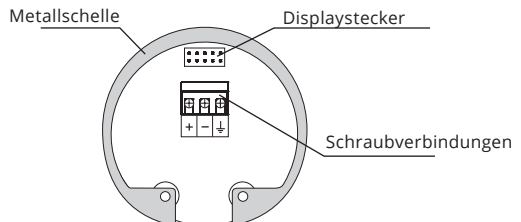

Abb. 23: Innenansicht der Schraubverbindungen des Füllstandsmessers mit Stromausgang GRLM-70-_-_-I
5. Das Kabel nach dem Schaltplan in Abb. 23 oder 25 an die Schraubklemmen anschließen. Die Klemmen und die Kabeltülle festziehen. Anzugsmoment siehe Technische Parameter S. 32.
6. Ist der Füllstandsmesser mit der Modbus-Kommunikation als Endgerät an die RS-485-Leitung angeschlossen, ist die Montage eines Abschluss-(Terminierungs-)Resistors 120 Ω empfohlen. Dies erfolgt durch das Verschieben des Hebels mit der Bezeichnung 120 Ω in die Stellung ON. Bei den Füllstandsmessern, die an die RS-485-Leitung als durchlaufende Geräte angeschlossen sind, werden keine Abschlussresistoren angeschlossen (der Schalter bleibt ausgeschaltet). Siehe Abbildung 23.